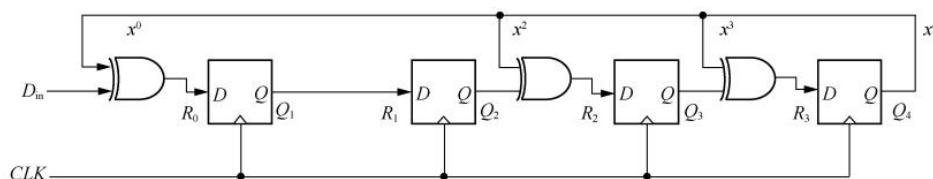

图 2.20 CRC 串行编、解码电路 ($G(x)=11101$)
模 2 除法逻辑既可以用硬件实现，也可以用软件实现。图 2.20 所示为一种 CRC 串行编、解码电路的实现原理图。该电路的核心功能就是求 CRC 码的余数。待编码的 n 位数据从右侧 D_m 端串行输入，经过 $n-1$ 个时钟周期后可以计算出最终的余数 $R_3R_2R_1R_0$ 。
- (1) 参考教材中的图 2.20 (CRC 串行编解码电路)
- (2) 原始数据 (C2C1C0) 后面补 4 个 0 (共 7 位)，模 2 除以生成多项式，得到余数 (R3R2R1R0)
- (3) CRC 码 (7 位) =C2C1C0 R3R2R1R0
- (2) 首先用有干扰的 CRC 码模 2 除以生成多项式，得到余数
- (3) 然后用余数与 0、1、2、4、8、13 (d)、7、14 (e) 进行比较 (参考教材的表 2.24)，根据比较结果确定是哪一位出错，然后进行纠错